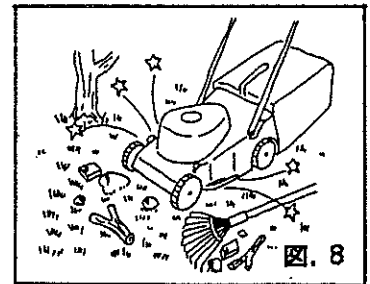

図. 8
- (1) ご使用前に、芝生の中の石、木片、金属片等の異物を必ず取り除いて下さい。(図. 8)